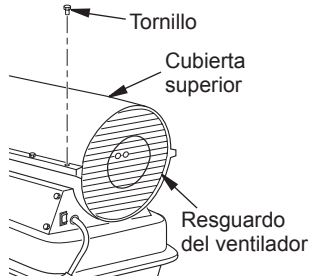

Figura 6 - Desmontaje de la cubierta superior
1. Quite los tornillos a cada lado del calentador utilizando un destornillador para tuercas de 5/16". Estos tornillos unen las cubiertas superior e inferior. Consulte la figura 6.
1. Desmonte la cubierta superior (consulte las figura 6).